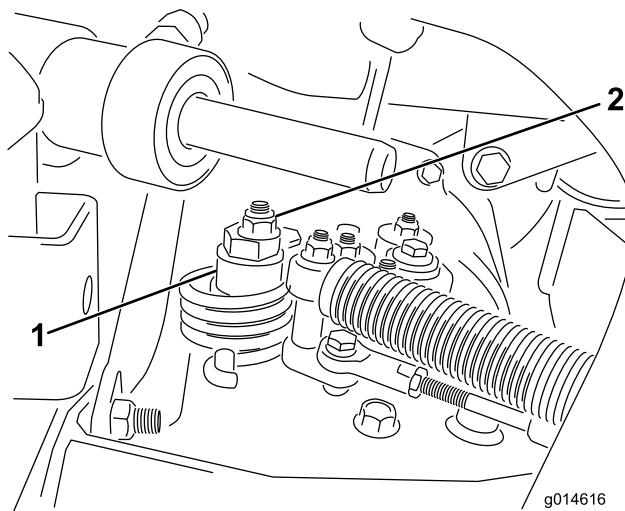

图46
A. 松开将偏心螺栓固定到静液压泵顶部的螺母 图46。
- C. 旋转偏心螺栓直到不再出现任何方向的缓慢前移。当轮子停止旋转时旋紧螺母锁定偏心螺栓和调整图46。将油门移至慢速和快速位置验证调节情况。